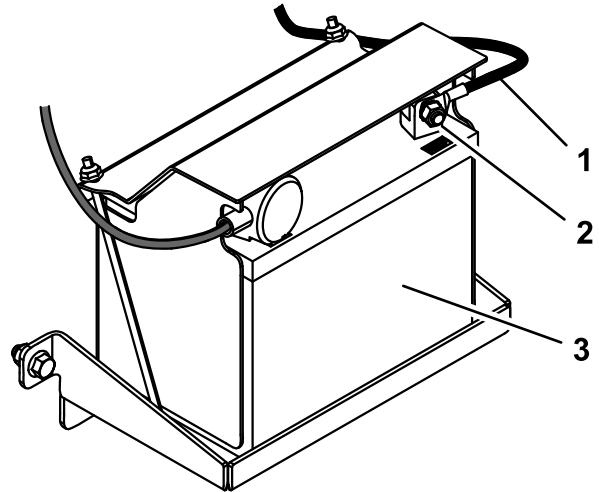

Figura 6
2. Collegate il cavo negativo della batteria al polo negativo (-) della batteria utilizzando il bullone e il dado attaccati al cavo (Figura 6).